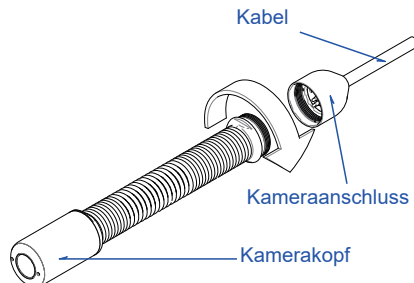

Abbildung 8. Kamerakopf montieren
3. Kamerakopf montieren (Abbildung 8.)